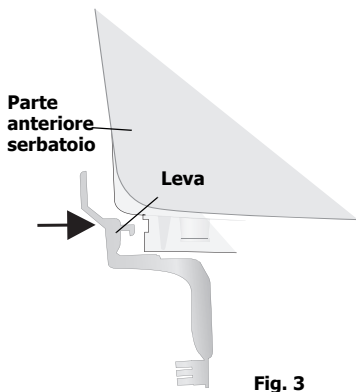

Fig. 3
3. Inserire in posizione i due ganci sul retro della leva del rubinetto nella scanalatura sulla parte anteriore del serbatoio [Fig. 3].